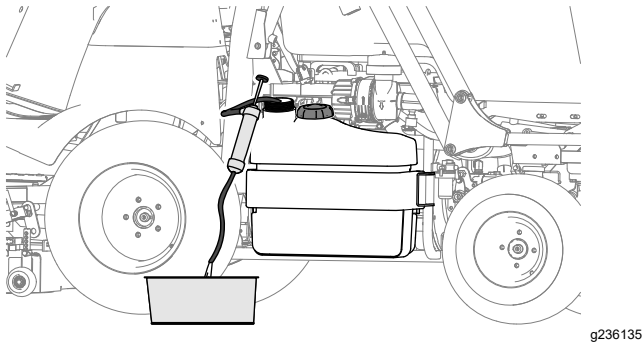

Figura 73
- Si va a almacenar la máquina durante un periodo de tiempo prolongado, utilice una bomba de sifón para vaciar el depósito de combustible (Figura 73).
- Si el sistema de combustible se contamina, utilice una bomba de sifón para vaciar el depósito de combustible (Figura 73), limpie el depósito y utilice diésel limpio para enjuagar el depósito.